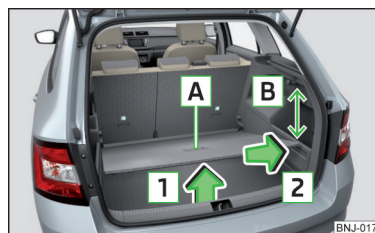

Fig. 103 Estrazione del piano di carico variabile
- Sollevare il piano di carico variabile dalla maniglia **A** in direzione della freccia **1** in modo tale che la parte posteriore **B** si trovi circa 15 cm al di sotto del bordo della cappelliera avvolgibile » fig. 103.
- Afferrare la maniglia **A** » fig. 103 del piano di carico variabile.
Estraendo/inserendo il piano di carico variabile è necessario rispettare la distanza di 15 cm **[B]** » fig. 103 al di sotto del bordo della cappelliera avvolgibile - altrimenti sussiste il pericolo di danneggiare la guarnizione del portellone bagagliaio.